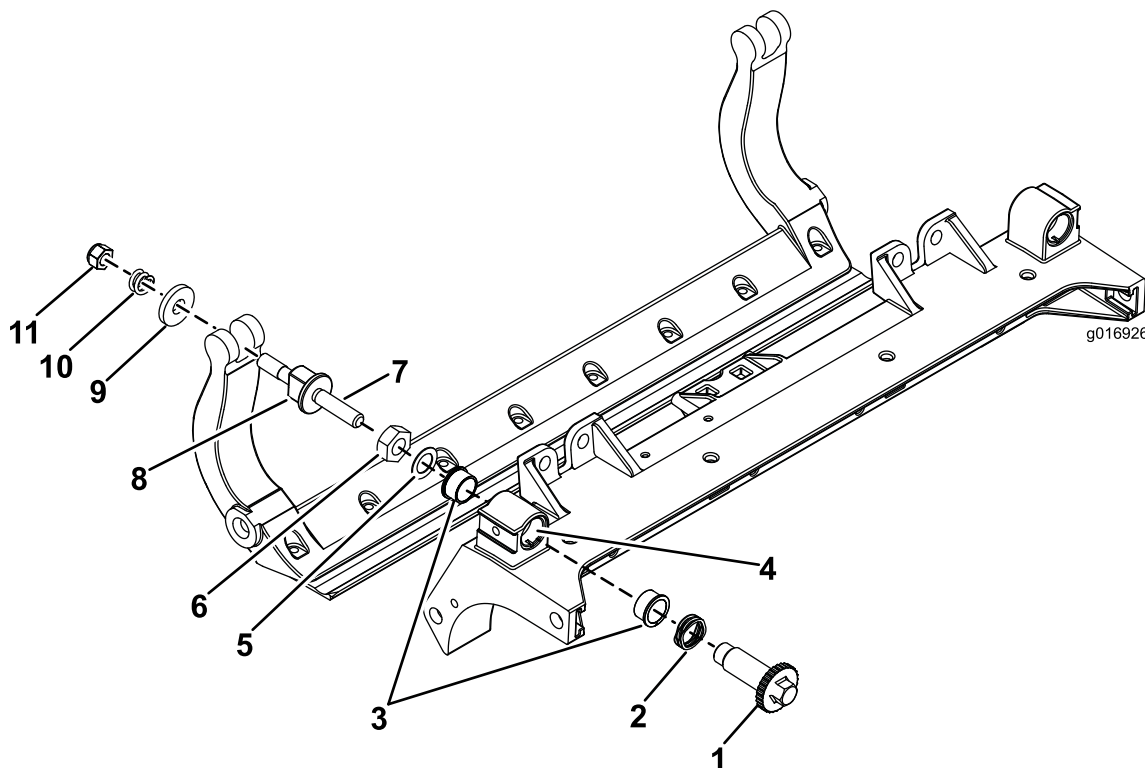

**Bild 30**
1. Entfernen Sie alle Teile (siehe *Installationsanleitung* für das HD-DPA-Kit und Bild 30).
2. Tragen Sie ein Mittel zur Vermeidung des Festfressens innen im Büchsenbereich am mittleren Schneideinheitrahmen auf (Bild 30).
3. Fluchten Sie die Keile an den Flanschbüchsen mit den Schlitten im Rahmen aus und setzen Sie die Büchsen ein (Bild 30).
4. Legen Sie eine Wellenscheibe auf die Einstellerwelle und schieben Sie die Welle auf die Flanschbüchsen im Schneideinheitrahmen (Bild 30).
5. Befestigen Sie die Einstellerwelle mit einer Flachscheibe und einer Sicherungsmutter (Bild 30).
12. Legen Sie eine Stahlscheibe außen auf jede Nylonscheibe (Bild 30).
**Hinweis:** Die Scheiben innen können einen Abstand aufweisen (Bild 30).
15. Ziehen Sie die Mutter an jedem Untermesserträger einstellbar an, bis die Druckfeder ganz zusammengedrückt ist, lösen Sie die Mutter dann um eine halbe Umdrehung (Bild 30).